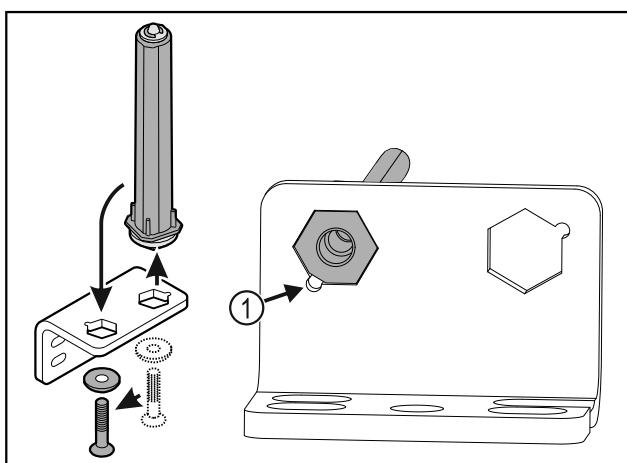

Fig. 38
- Звертати увагу на те, щоб при вставці нахил пальця Fig. 38 (1) показував на круглий отвір.